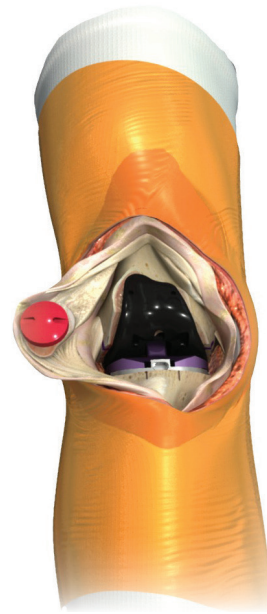

Figura 25d
9. Retire la Guía perforación de Rótula y coloque la Prueba de Resuperficialización Rotular en la rótula reseccionada. Utilice el Calibrador Rotular para reevaluar el grosor de la rótula (Figura 25d y 25 e).